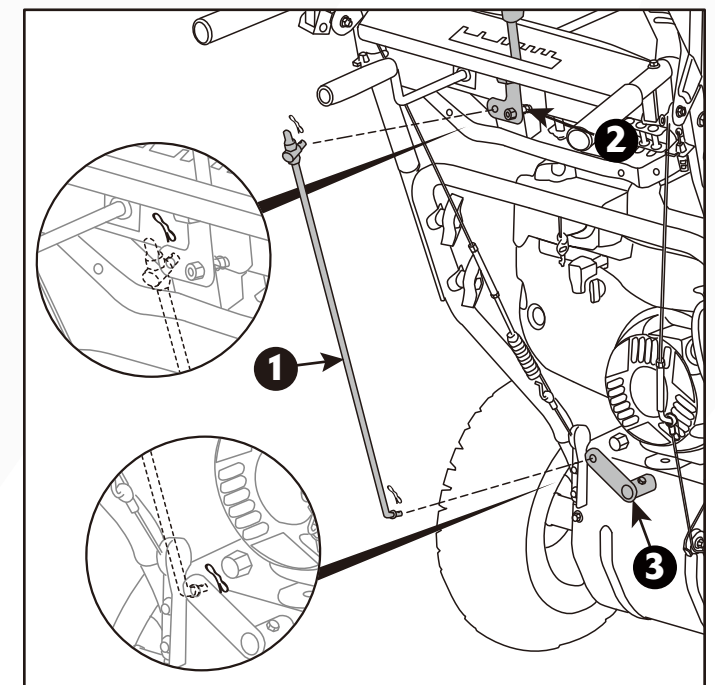

Figura 4
1. Ubique la base de conexión en la parte posterior de la sopladora de nieve y el mango de ajuste de velocidad debajo del panel de control. (Figura 4)
2. Conecte el extremo inferior de la palanca de conexión del control de velocidad a la base de conexión con un pasador de chaveta. (Figura 4)
3. Conecte el extremo superior de la palanca de conexión del control de velocidad al mango de ajuste de velocidad con un pasador de chaveta. (Figura 4)